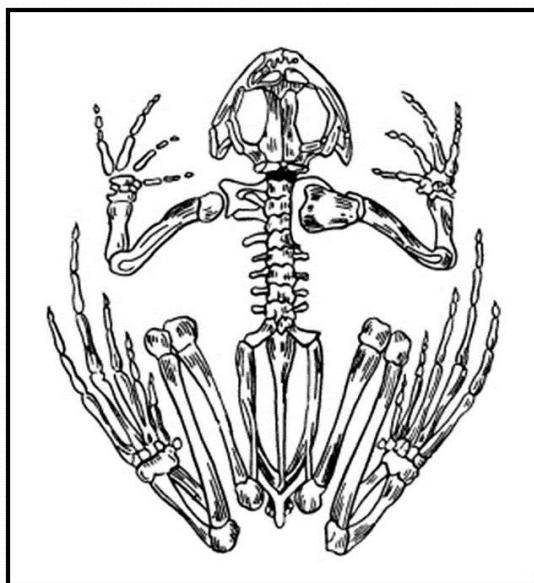

Рисунок 15 – Скелет лягушки на картонке
1.3. Прикрепите скелет к картонной подкладке клеем ПВА или прикрепите нитью или тонкой проволокой, предварительно проделав в картоне отверстия в местах крепления шилом (рисунок 15).